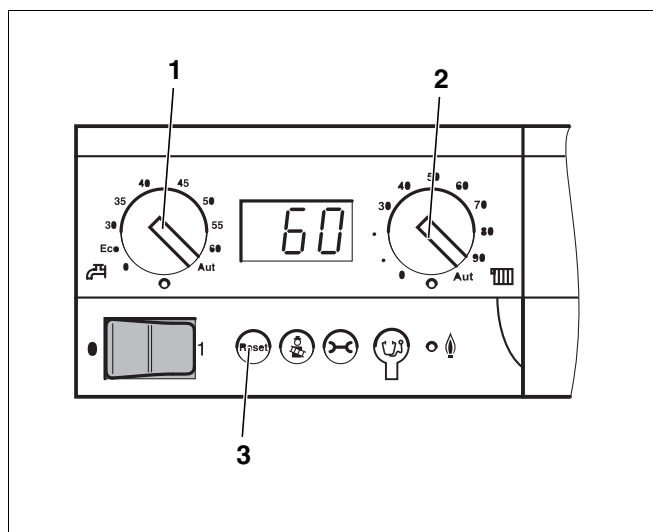

Рис. 17 Главный регулятор Logamatic BC10
Поскольку горелка специально поставляется в состоянии сообщения о неисправности, то нужно перед первым пуском в эксплуатацию выполнить сброс неисправности, для чего нажать кнопку Reset (рис. 17, **поз. 3**, стр. 19). Или нажать кнопку подавления помех на SAFe 10 (как это описано далее).
Поскольку горелка специально поставляется в состоянии сообщения о неисправности, то нужно перед первым пуском в эксплуатацию выполнить сброс неисправности, для чего нажать кнопку Reset (рис. 17, **поз. 3**). Или нажать кнопку подавления помех на автомате горения (как это описано далее).
- Установить ручки управления "максимальной температурой котловой воды" (рис. 17, **поз. 2**) и "заданной температуры горячей воды" (рис. 17, **поз. 1**) на "Aut".